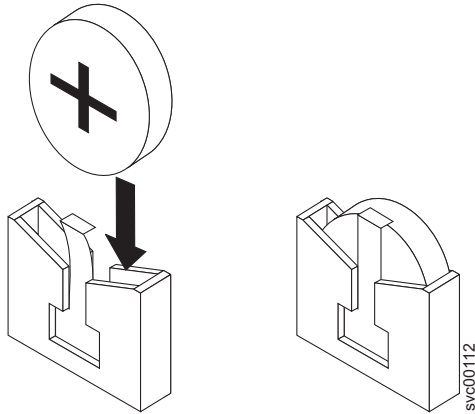

図 147. CMOS バッテリー・ソケット
c. 図 147 に示すように、バッテリーが所定の位置に収まるまで下方にスライドさせます。